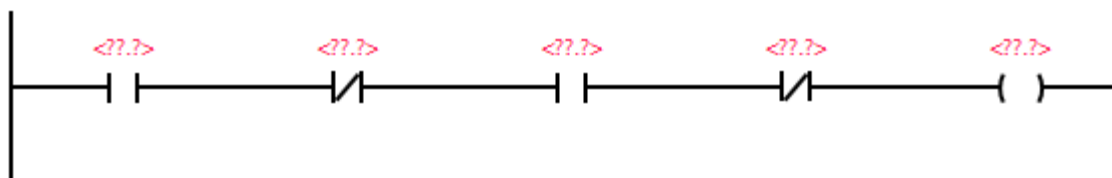

Figura 16. Contactos y bobinas del primer segmento.
16. De la misma forma agregue en el mismo segmento los contactos y la asignación (bobina), que se muestran en la Figura 16.